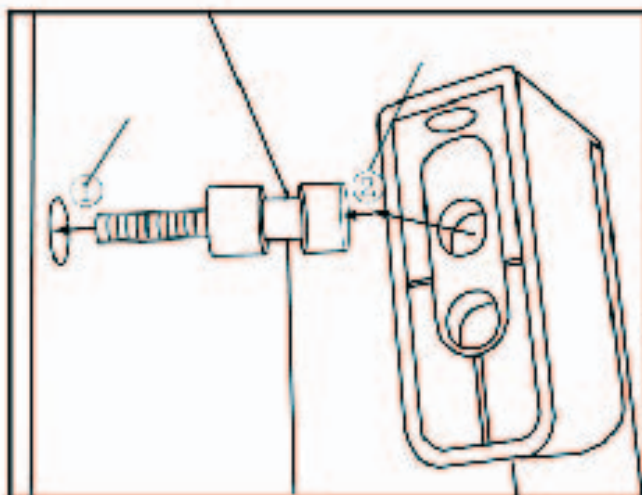

fig. 1
- 1) Posizionare la vite di connessione nell'apposito foro sulla porta del frigorifero con l'ausilio di un cacciavite (come indicato dalla freccia 1 in fig. 1)